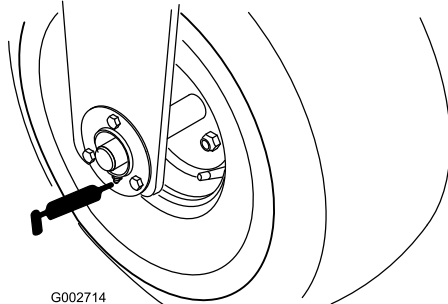

Bild 22
- Vorderradlager (1) (Bild 22)